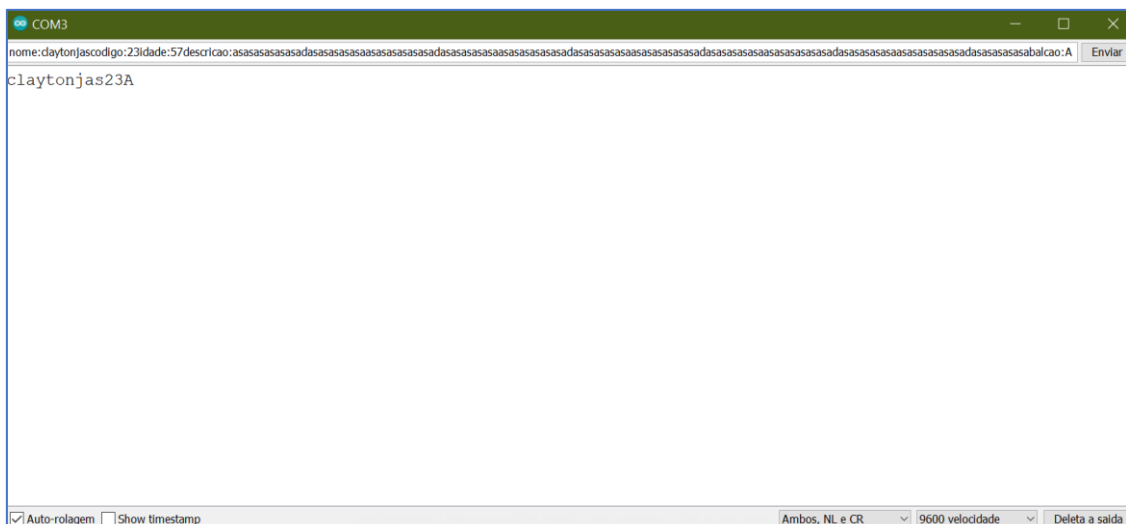

Figura 6 – Simulação da execução do código com a ferramenta Monitor Serial
4. Inserir no campo de texto do Monitor Serial a mensagem a ser enviada – conforme a estrutura definida no enunciado (ver a Figura 6) ;
5. Observar a sequência de caracteres recebidos, com o tratamento realizado pelo código carregado na placa do Arduino (ver a Figura 6).